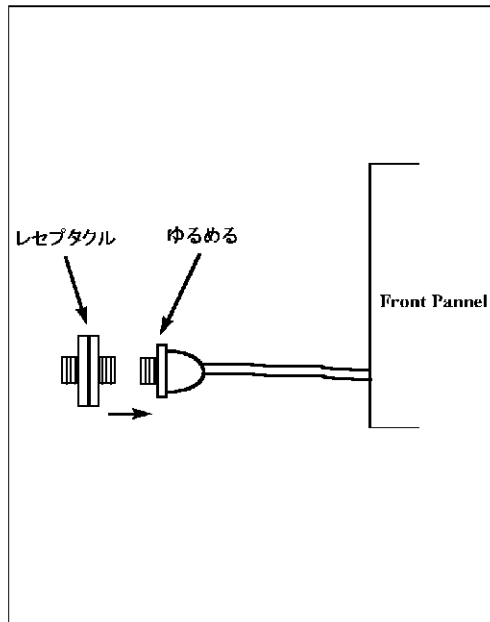

図 1-5 コネクタ清掃③
- (3) レセプタクルの内側のコネクタのネジをゆるめ、コネクタを抜き出します。[図 1-5 参照]